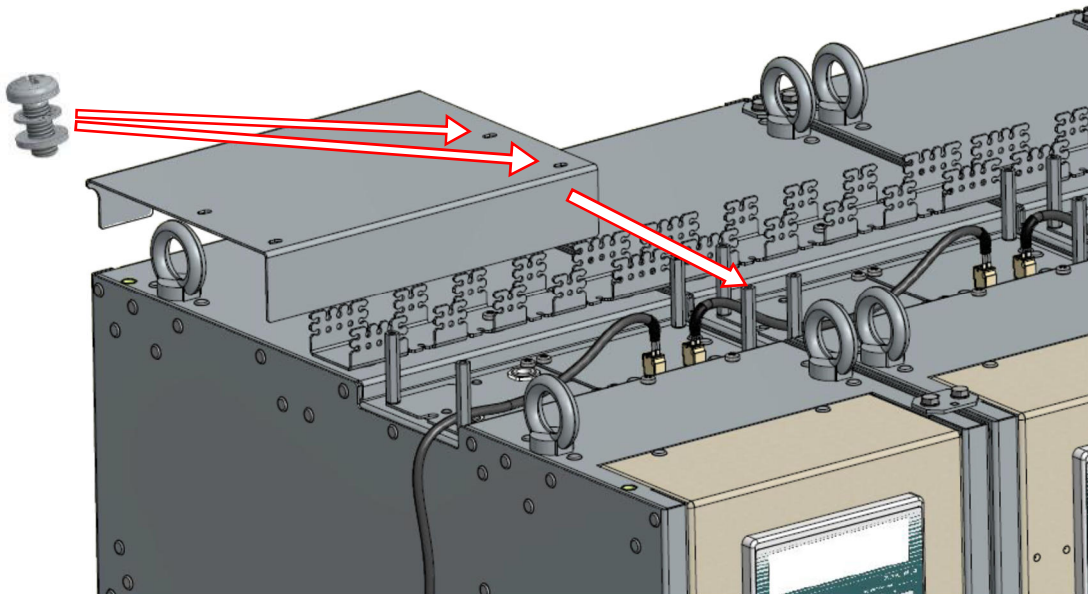

Рис.4.68. Установка защитного короба
- Установить на верхние стойки каждого шкафа TER_SP15_Etalon_1 планку TER_SGunit_Plate_113 для защиты оперативного питания (рисунок 4.68), на верх каждого шкафа, если это TER_SP15_Etalon_2 - планку TER_SGunit_Plate_105. Наживить винты M6x16 с шайбами зубчатой и плоской, за исключением крепления по крайним стойкам шкафов со стороны ОВ и РВ. Распределить планки так, чтобы зазор между ни-